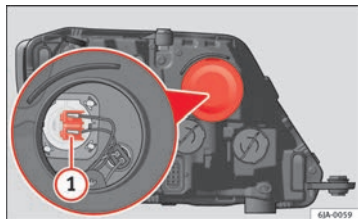

Fig. 154 Sostituzione della lampadina degli abbaglianti
- Estrarre il connettore ⇒ fig. 154 ① tirando verso l'esterno.